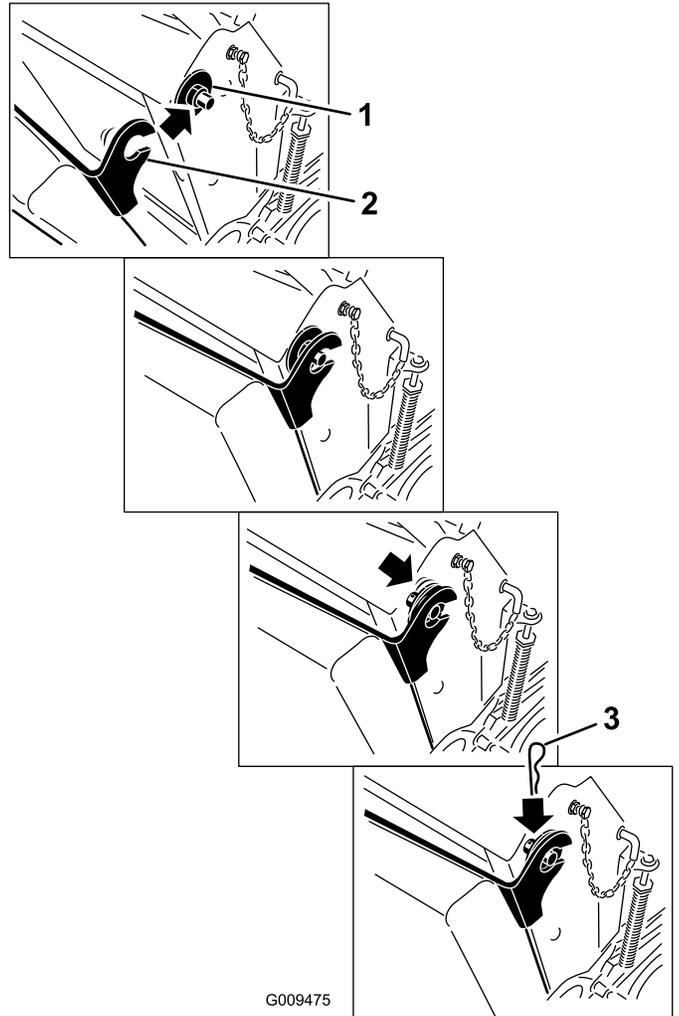

Bild 35
6. Heben Sie das Kissen an und schieben es an beiden Seiten der Maschine auf die Splints (Bild 35).
7. Schieben Sie die großen Scheiben und Kunststoffbüchsen in die Kissenhalterung und befestigen sie mit einem Splint (Bild 35).